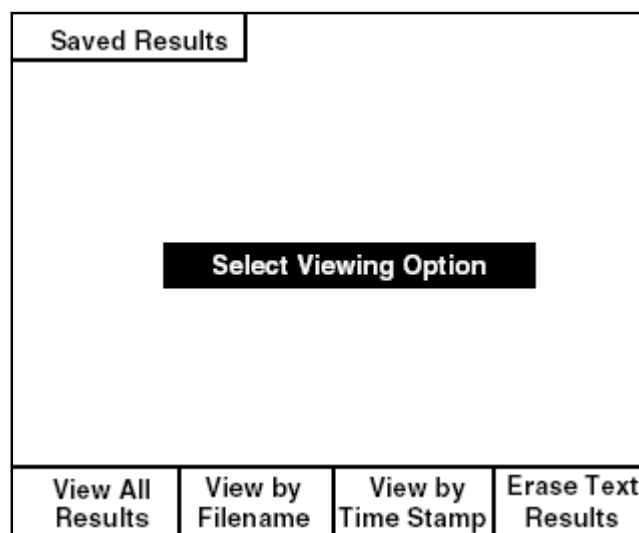

Рисунок 7-2. Экран сохраненных результатов: просмотр текстовых результатов
На экран прибора будет выведено окно выбора вариантов просмотра **Select Viewing Option** (см. Рисунок 7-2):
1. Находясь в окне сохраненных результатов **Saved Results** (см. Рисунок 7-2), нажмите кнопку  (**View All Results**).
1. Находясь в окне сохраненных результатов **Saved Results** (см. Рисунок 7-2), нажмите кнопку  (**View by Filename**).
1. Находясь в окне сохраненных результатов **Saved Results** (см. Рисунок 7-2), нажмите кнопку  (**View by Time Stamp**).
1. Выведите на экран окно сохраненных результатов **Saved Results** (см. Рисунок 7-2).